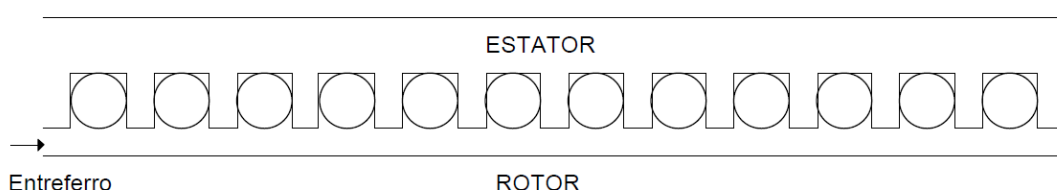

Figura 2 - Diagrama planificado do enrolamento estatórico de uma camada de uma máquina de indução trifásica de 2 polos.
- Complete o enrolamento do estator abaixo (Figura 2), utilizando para as fases as letras a, b, c e numerando as bobinas de cada grupo. Por exemplo, para a primeira bobina da fase a, utiliza-se a_1 para um lado da bobina e a_1' para o outro lado. Para isto, considere que as bobinas possuam passo pleno, ou seja, tem seus lados distanciados de 180 graus elétricos.